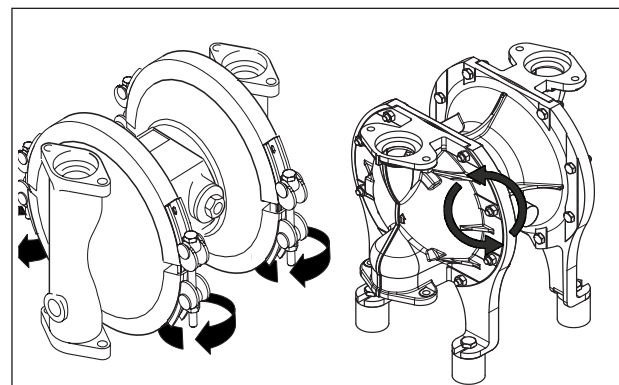

Fig. 9: Abrir as cintas de fixação ou desapertar os parafusos (na versão de bomba aparafusada).
- Soltar as cintas de fixação (de modo a evitar o encravamento das porcas e pinos em aço inox, event. lubrificar) (Fig. 9). Nas versões em aço inox polido (DB, DH) abrir a união roscada.